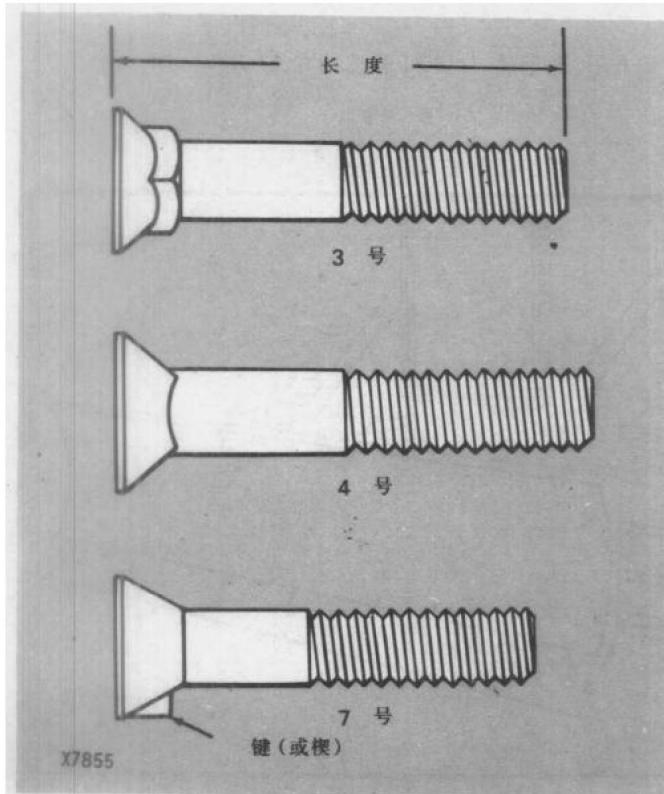

图 32 - 典型犁螺栓头部型式
- 3 号标识柱形平顶带锥度头, 在锥度下面带正方形凸肩。这是用得最多的螺钉, 见下页图 32。